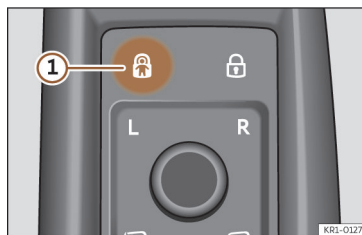

Fig. 76 Na porta do condutor: painel tátil para o sistema de segurança elétrico para crianças.
- **Ativação:** pressione o painel tátil >>> **Fig. 76 1.**
O indicador luminoso  do controlo tátil acende-se a amarelo quando o sistema de segurança elétrico para crianças está ativado >>> **Fig. 76 1.**